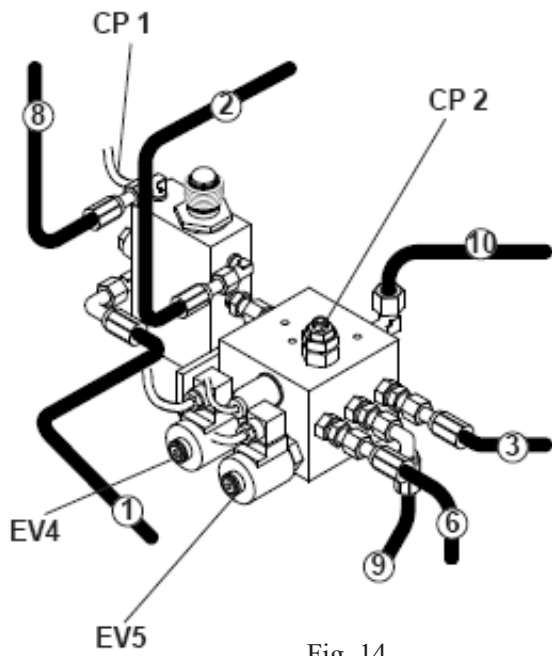

Fig. 14
- Anslut röret (8) till ventilen och cylindern (A).
- Anslut avloppsrören (**4 och 5**) till styrenheten (**11**) med hjälp av rör (7).
- Anslut kablarna i styrenheten till magnetventiler **EV4-EV5**, till tryckmätarna **CP1-CP2** (fig. 14).